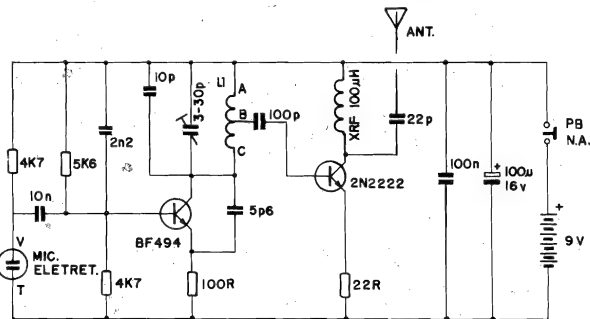

Fig.1
- **FIG. 1 - O CIRCUITO** - O "esquema" é muito simples, na verdade uma **ampliação** do mini-projeto original do MICROTRANS FM, ao qual foi anexado um "reforço", na forma de amplificação final da RF já modulada em Frequência, por um segundo transistor... No núcleo do circuito temos o transistor BF494 (apropriado para trabalhar nas elevadas Frequências envolvidas...), num arranjo **Colpitts** modificado (oscilador com realimentação por capacitor). A bobina L1 (detalhes construcionais mais adiante...) e o **trimmer** (capacitor ajustável de 3-30p) permitem sintonizar a oscilação, fixando-a no conveniente valor, normalmente em torno de 90 a 95 MHz (próximo ao centro da faixa de FM comercial). Notem que o capacitor de 10p, "paralelo" ao conjunto LC de sintonia,